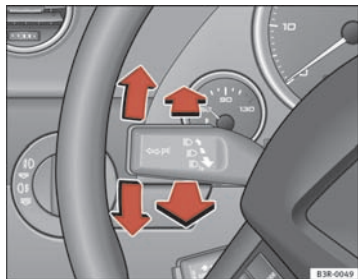

Fig. 93 Levier des clignotants et des feux de route
- Repoussez le levier jusqu'en butée supérieure pour faire fonctionner les clignotants droits, ou inférieure pour faire fonctionner les clignotants gauches \Rightarrow fig. 93.